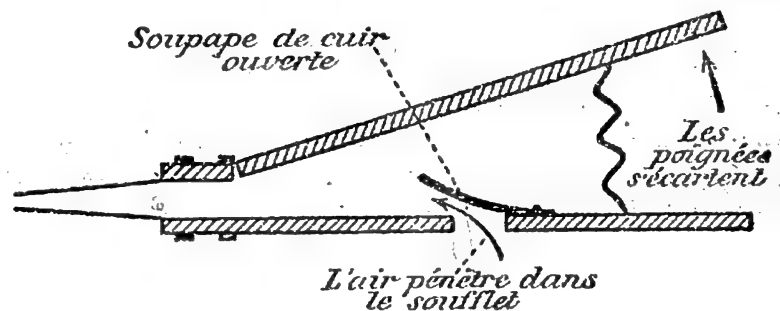

Fig. 3. — On écarte les poignées : de l'air pénètre dans le soufflet.
**2. Faisons fonctionner le soufflet.** — Écartons les poignées. Nous entendons un souffle doux, et, si nous plaçons la main près des trous de la planchette, nous sentons un courant d'air dirigé vers ces trous. Donc, dans ce mouvement, de l'air pénètre dans le soufflet dont le volume se trouve augmenté (fig. 3).